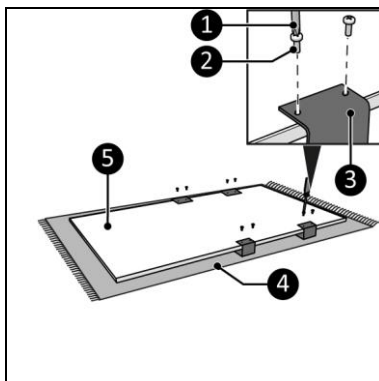

Figura 8
8. Așezați dispozitivul pe o suprafață moale, relativ constantă (Figura 8, poziția 4).
9. Așezați cele două suporturi pentru prosoape (Figura 8, poziția 3) pe două dintre cele trei locații posibile de pe panoul principal (Figura 8, poziția 5).
10. Înșurubați și strângeți cele două suporturi pentru prosoape (Figura 8, poziția 3) cu opt șuruburi mici (Figura 8, poziția 2) folosind o șurubelniță Phillips (Figura 8, poziția 1).